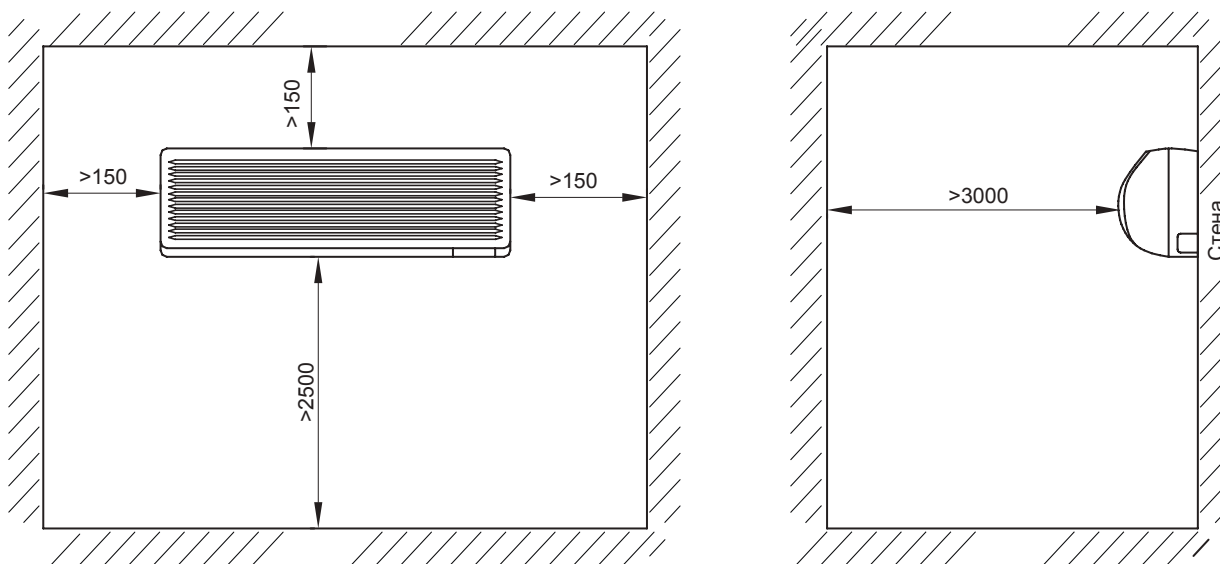

Рис. 11.16
11.4.1. На рис. 11.16 указаны минимальные допустимые расстояния от блока до ограждающих конструкций.